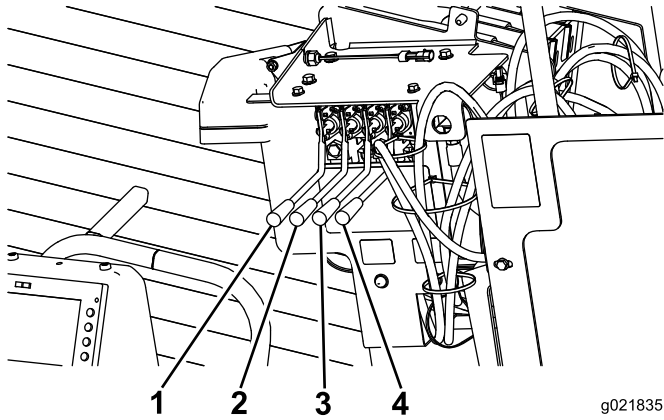

Figure 47
6. Poussez les 2 leviers de la vrille d'ancrage droite vers l'intérieur pour abaisser et faire tourner la vrille droite jusqu'à ce qu'elle soit complètement engagée (Figure 47).